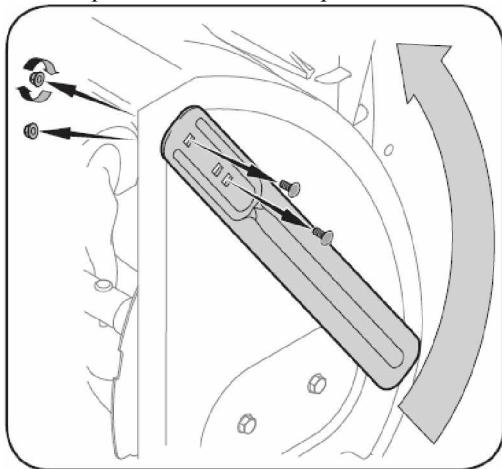

Рис. 9.
- Извлеките соединительные болты, открутив шестигранные гайки крепления, и, перед началом работы снегоуборщика, установите приспособления как показано на Рис. 9.